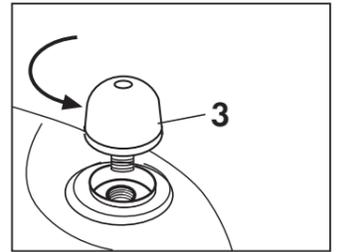

Fig. 1
- svitare il tappo di carico acqua (3); Fig. 1